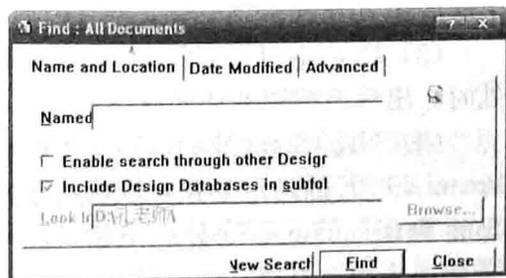

图 1-13 查找文件对话框
- (2) New Design（新建设计数据库） 用于创建新的数据库文件。与没有建立数据库前执行“File（文件）→New”（新建）作用相同。
- (3) Open（打开） 用于打开已存在的设计数据库文件。
- (4) Close（关闭） 用于关闭当前的文件。
- (5) Close Design（关闭设计库） 用于关闭当前的设计数据库文件。
- (6) Export（导出） 用于将当前设计数据库中的文件输出到其他路径。原理图和 PCB 图中，该命令的功能存在一些区别。
- (7) Save All（保存全部） 用于保存当前所有已打开的文件。
- (8) Send by Mail（发送邮件） 用于将当前设计数据库通过 Email 传送到其他计算机。
- (9) Import（导入） 用于将其他文件导入到当前设计数据库，成为当前库中的一个文件。
- (10) Import Project（导入项目） 用于导入一个已存在的设计数据库到当前设计中。
- (11) Link Document（链接文档） 用于连接其他类型的文件到当前设计数据库中。
- (12) Find Files（查找文件） 执行该命令，系统会弹出如图 1-13 所示的对话框，用户可根据不同的条件查找文件。
(13) Properties（属性） 用于管理当前设计数据库的属性。
(14) Exit（退出） 执行该命令退出 Protel 99 SE 系统。